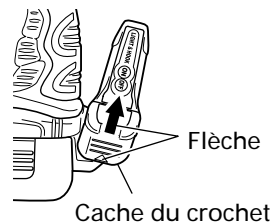

Fig. 11
Retirer le cache du crochet en appuyant dessus dans le sens de la flèche. (Fig. 11)
(3) Aligner la découpe du corps principal du crochet sur la saillie du cache du crochet, appuyer sur le cache du crochet dans le sens contraire à celui de la flèche de la Fig 11, puis resserrer la vis.